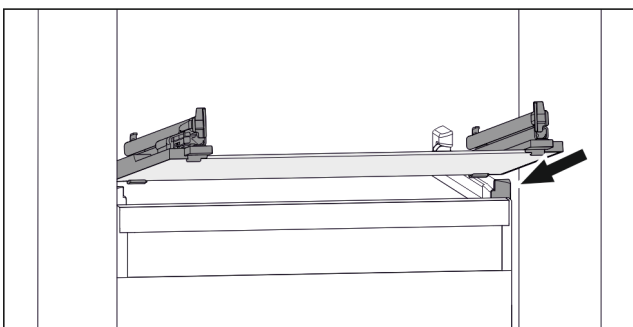

Fig. 89 Beispielhafte Darstellung der Glasplatte
- ▶ Glasplatte schräg hinter den Stopperrn aufsetzen. (siehe Fig. 89)